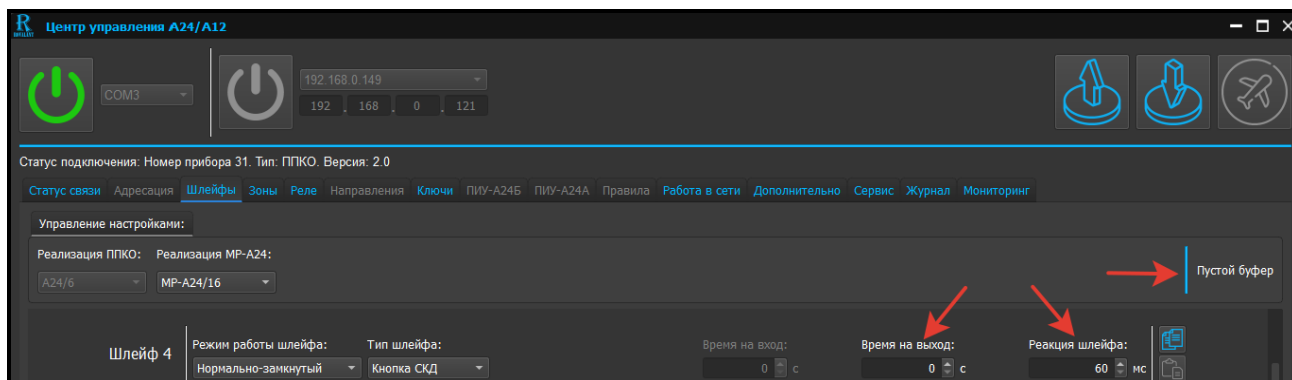

Рис. 25. Скриншот окна редактирования ШС типа «Кнопка СКД»
4.1.2.6 Редактирование ШС типа «Кнопка СКД» (см. рисунок 25)